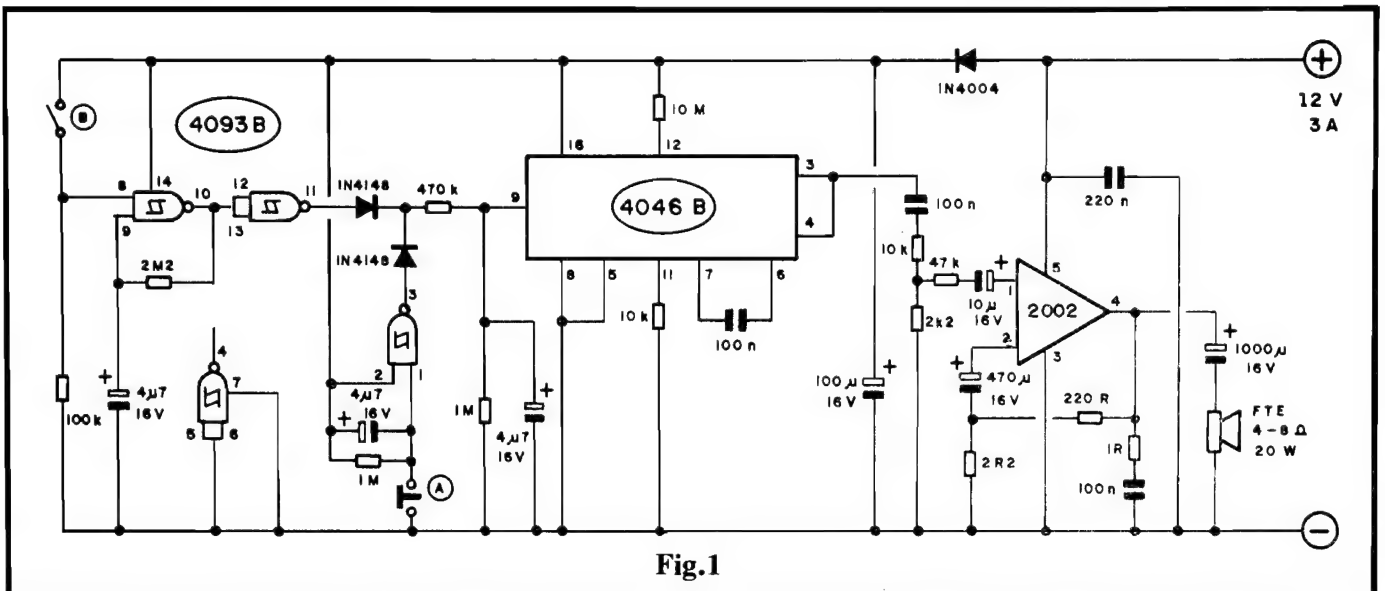

Fig.1
- FIG. 1 - O CIRCUITO - No "meio" do diagrama, e também no "coração" eletrônico da SIRAUI, temos um versátil Integrado da família digital C.MOS, código 4046B, que contém complexos blocos lógicos e analógicos internos capazes de fazê-los funcionar como eficiente VCO (Oscilador Controlado de Tensão) de faixa ampla... É justamente essa "habilidade" do Integrado que exploramos no circuito... Os resistores e capacitor diretamente ligados aos seus pinos de acesso, determinam a tonalidade básica da oscilação (mais ou menos centrada na faixa de áudio, para ótimo aproveitamento tonal...), enquanto que o pino 9 pode receber as Tensões de controle, a partir de cujos níveis momentâneos os clocks internos determinam suas reais Frequências... Dois tipos de rampas de Tensão são gerados (para aproveitamento pelo dito pino 9 de controle do 4046B) por um segundo Integrado C.MOS, este tipo 4093B... O gate delimitado pelos pinos 1-2-3, controlado pelo push-button "A", oferece um ciclo completo e "solitário" (rampa de